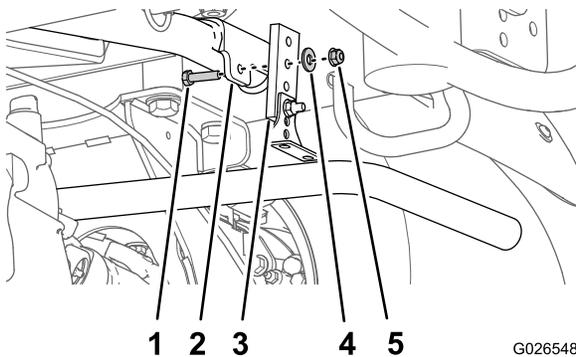

图3
- 在安装板凸缘上，拆下将排气系统吊挂装置固定至凸缘的螺栓、螺母和垫圈，并卸下排气系统吊挂装置（图3）。